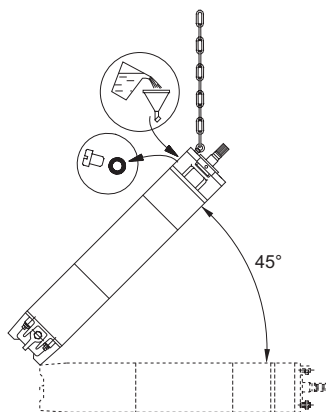

Fig. 4 Position du moteur pendant le remplissage – MMS
1. Placer le moteur à  $45^{\circ}$  avec partie supérieure dirigée vers le haut, voir fig. 4.